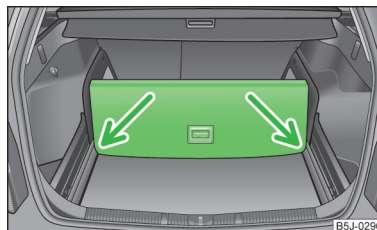

Fig. 51
- Levantar la parte con fijación y asegurarla introduciéndola en las ranuras que vienen marcadas por medio de flechas » fig. 51.